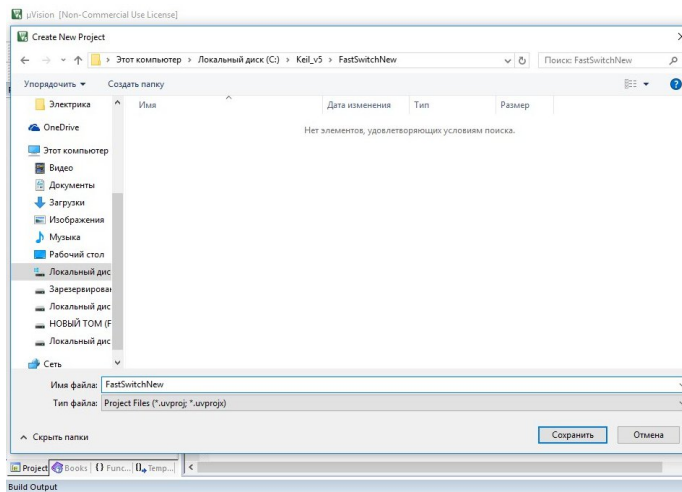

Рисунок 15
5.7.4 В созданной папке сохранить проект с именем "FastSwitchNew" (см. рисунок 15).